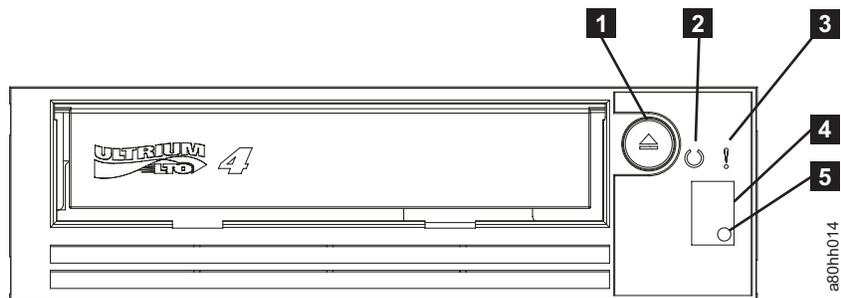

Figura 2. Painel Frontal da Unidade
5. Verifique o local do SCD e o LED de status na Figura 2 na página 2. Para garantir que a unidade esteja recebendo energia, observe o seguinte enquanto ativa a energia no compartimento: